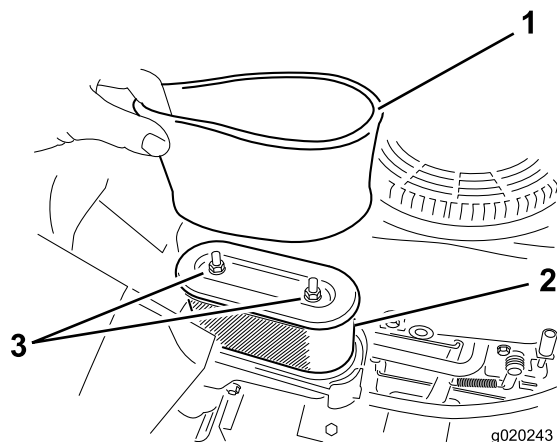

Figure 29
5. Retirez délicatement les éléments en mousse et en papier du boîtier du filtre à air (Figure 29).
1. Placez l'élément en mousse sur l'élément en papier (Figure 29).